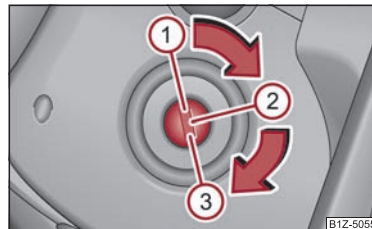

Abb. 112 Zündschlossstellungen
- Den Motor schalten Sie durch Drehen des Zündschlüssels in Stellung ① aus ⇒ Seite 106, Abb. 112.